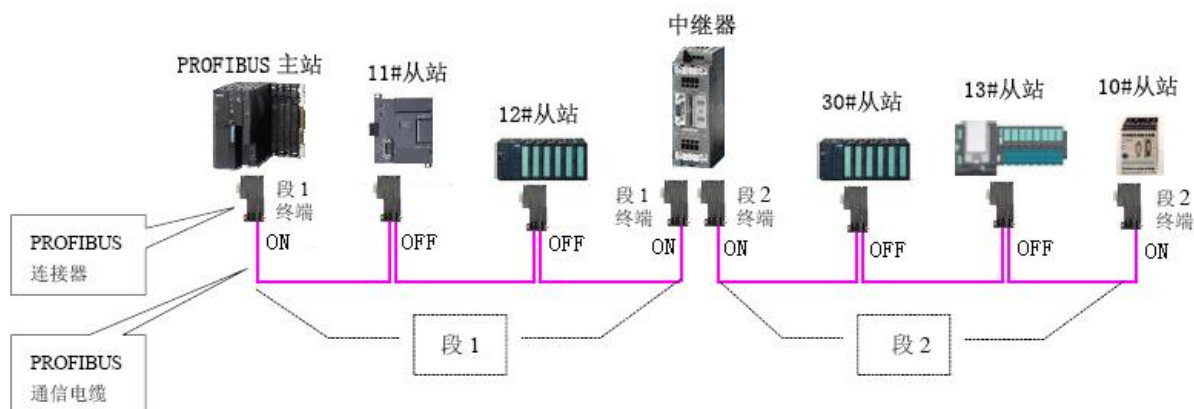
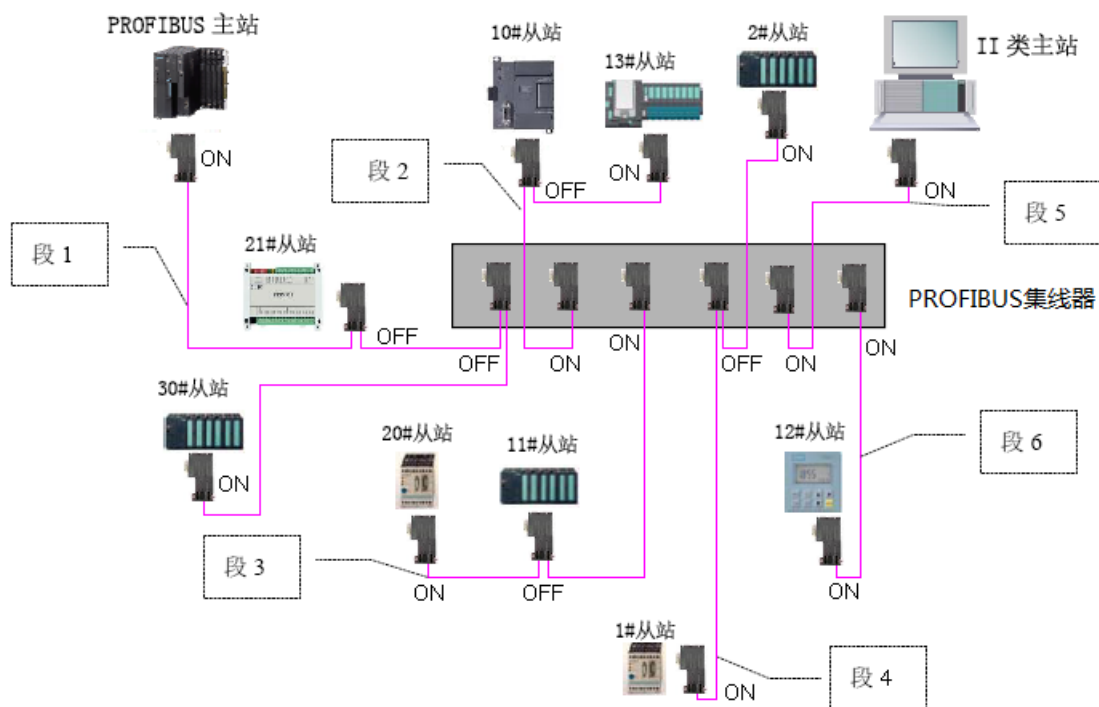

图 1-1 PROFIBUS 现场总线采用总线型网络拓扑结构
图 2-1 用集线器实现 PROFIBUS 星形和混合型网络拓扑
1、PROFIBUS标准规定RS485信号传输时，采用总线型的网络拓扑结构，并提出了网络段、终端、中继器、连接器等网络部件和概念，如图1-1所示，中继器将总线分割为段1和段2二个网络段，每个网络段的头和尾称为终端。
1、集线器功能：改变PROFIBUS网络总线型拓扑结构，实现星形及混合型的网络结构，方便布线。采用PROFIBUS专用电缆、专用插头来实现站点之间的总线形连接是非常方便的（见图1-1），但很难实现PROFIBUS的星形及混合型拓扑结构的网络要求。PROFIBUS集线器可方便实现PROFIBUS的星形及混合形结构，见图2-1。